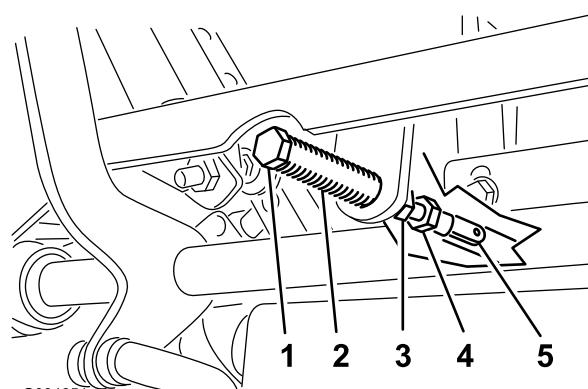

図 83
5. クレビスピニボットシャフトの上のアームについているがスロットの端部に接触するスプリングに圧力が掛かり始める位置まで、図 83のようレバーを手前に引く。
7. 調整が必要な場合は、ジャムナットをゆるめて調整ナットをヨーク側に移動できるようにする(図 83)。
8. コントロールレバーを軽く手前後退側に引きながら、調整ボルトを回して、コントロールレバーがちょうどニュートラル固定位置にくるように調整する(図 83)。
9. ナットとジャムナット図 83を締め付ける。
10. ボールジョイント部でジャムナット(図 83)を締めつける。